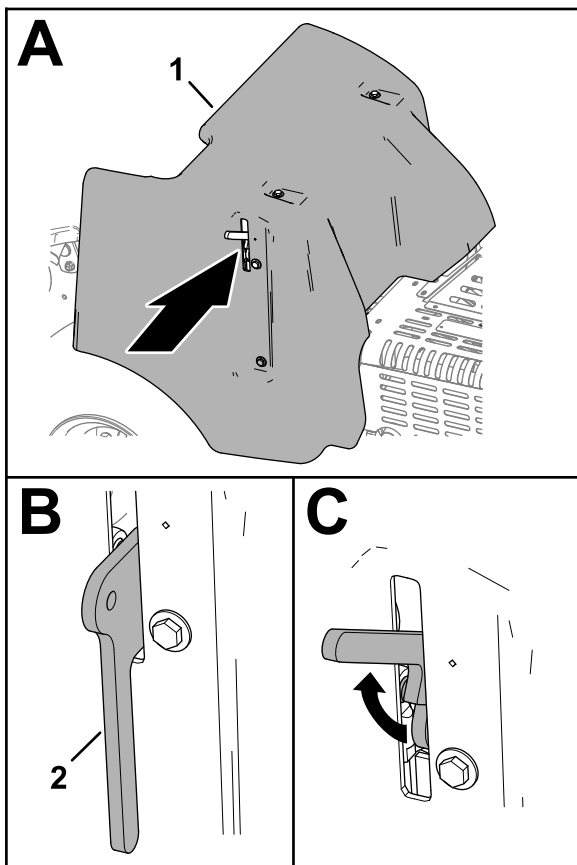

**Figura 141**
1. Se la macchina presenta un cordino di fissaggio del copricinghia CE, allentate il bullone del cordino fino a quando non si separa dal dispositivo di fermo del copricinghia (Figura 141).